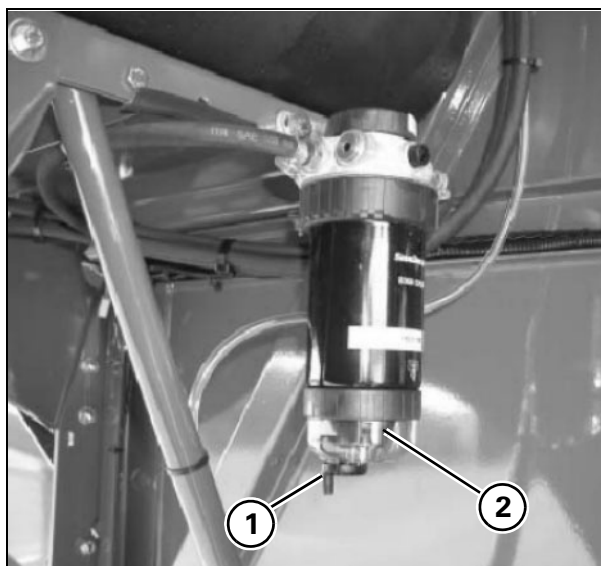

Рис. 10
**5. Сепаратор/фильтр отстойника - Рис. 10**